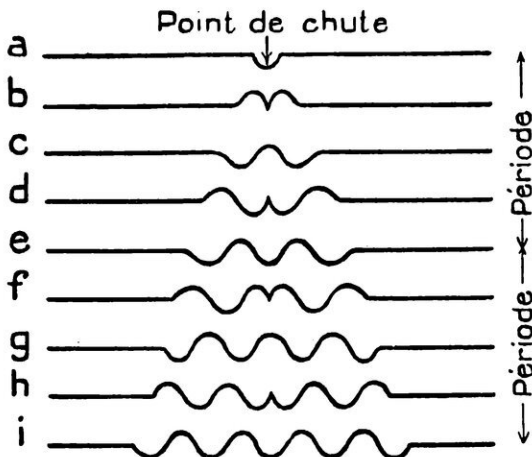
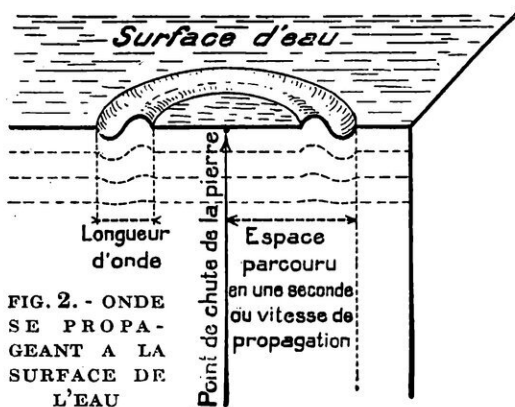

FIG. 1. — ASPECTS SUCCESSIFS DE LA SURFACE D'UNE EAU TRANQUILLE OU ON A JETÉ UNE PIERRE
FIG. 2. — ONDE SE PROPAGANT A LA SURFACE DE L'EAU
Au moment où un corps quelconque — mettons, si vous voulez, une pierre — atteint une surface d'eau, cette dernière se trouve un instant creusée (fig. 1, a), mais elle revient bientôt à sa position d'équilibre (fig. 1, b) et la dépasse, par suite de la vitesse acquise, en formant un monticule (fig. 1, c), retourne en arrière (fig. 1, d, e), et ainsi de suite. En un mot, le point de chute devient une *source de vibrations*.
Ce n'est pas tout. Comme l'eau forme un milieu pratiquement continu, le mouvement se communique de proche en proche aux parties voisines, et il se propage progressivement des rides, dont les divers aspects sont représentés en coupe par la figure 1, et dont l'une d'entre elles est dessinée en perspective par la figure 2.
La figure 2 montre clairement ce qu'il faut entendre par *longueur d'onde* : c'est l'ensemble formé par un creux et le monticule voisin, ensemble qui se propage sans
déformation sensible. Cette longueur d'onde est de l'ordre de cinq centimètres. Si nous jetons un dernier coup d'œil sur la figure 1, nous voyons aussi que la longueur d'onde est le trajet parcouru par l'onde entre les aspects *a* et *c*, c'est-à-dire précisément pendant une période.
Ainsi donc, notre onde parcourt cinq centimètres pendant un dixième de seconde : la vitesse de propagation (fig. 2) est, par suite, de cinquante centimètres par seconde. C'est là un résultat essentiel, valable aussi pour la lumière. Il s'ensuit qu'on obtient le nombre de vibrations par seconde (10) en divisant la vitesse de propagation (50) par la longueur d'onde (5).
la figure 2. Résultat extraordinaire : deux centres d'ébranlement, en combinant leurs effets, peuvent, en certains endroits, provoquer du repos ; de même, deux sons, en se détruisant l'un l'autre, donnent parfois du silence. On dit, dans ces divers cas, qu'il y a *interférence*.